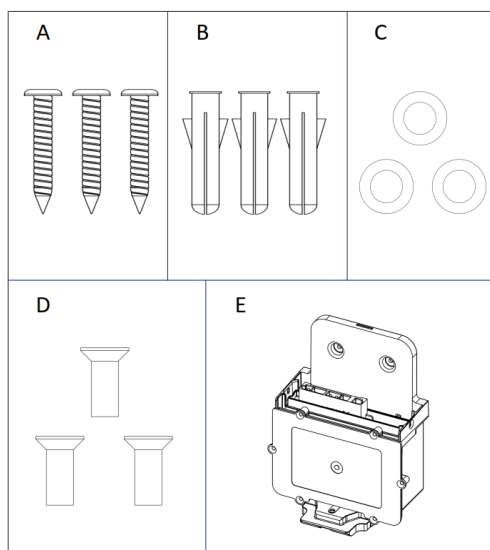

Abbildung 6 – Montageset
- 1 Montageset mit DaheimLaden DockingStation (E in Abbildung 6) für Klickbefestigung der Wallbox und Kabeleinführung